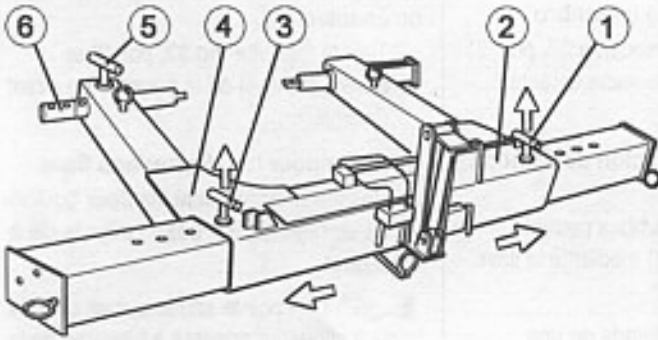

Bild 30 / Fig. 30
- ⇒ Remove the locking pin of the right arm (fig.30, pos.1)
- ⇒ Completely open the right arm (fig.30, pos.2) by means of the hydraulic lever "Main frame OPEN/CLOSED".
- ⇒ Remove the locking pin of the left arm (fig.30, pos.3)
- ⇒ Completely open the left arm (fig.30, pos.4) by means of the hydraulic lever "Main frame OPEN/CLOSED".
- ⇒ Remove the locking pin of the heating plate shaft (fig.30, pos.5) and shift the heating plate shaft (fig.30, pos.6) back.
- ⇒ Enlever la broche de fixation de l'élément droit du bâti (fig.30, pos.1).
- ⇒ Ouvrir complètement l'élément droit du bâti (fig.30, pos.2) en actionnant la manette "Bâti supérieur: Fermer/Ouvrir" située sur l'unité de pression hydraulique.
- ⇒ Enlever la broche de fixation de l'élément gauche du bâti (fig.30, pos.3).
- ⇒ Ouvrir complètement l'élément gauche du bâti (fig.30, pos.4) en actionnant la manette "Bâti supérieur: Fermer/Ouvrir" située sur l'unité de pression hydraulique.
- ⇒ Enlever la broche de fixation du support plaque chauffante (fig. 30, pos.5) et pousser le support plaque chauffante (fig.30, pos.6) en arrière.
- ⇒ Sicherungsbolzen des rechten Rahmenteils (Bild 30, Pos. 1) entfernen.
- ⇒ Rechtes Rahmenteil (Bild 30, Pos. 2) mit Schwenkhebel Hydraulik "Oberer Geräterahmen **aufzu**" ganz öffnen.
- ⇒ Sicherungsbolzen des linken Rahmenteils (Bild 30, Pos. 3) entfernen.
- ⇒ Linkes Rahmenteil (Bild 30, Pos. 4) mit Schwenkhebel Hydraulik "Oberer Geräterahmen **aufzu**" ganz öffnen.
- ⇒ Sicherungsbolzen des Heizplattenhalters (Bild 30, Pos. 5) herausziehen und Heizplattenhalter (Bild 30, Pos. 6) nach hinten schieben.